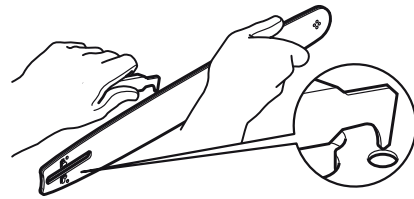

Fig. 46
- > Compruebe la rueda dentada motriz (22). Si está desgastada o dañada debido a una tensión, sustitúyala acudiendo a un agente de servicio técnico autorizado.
- > Limpie los residuos de los carriles en la barra guía (4) con un destornillador, espátula, cepillo de alambre u otra herramienta similar. Esto mantendrá los pasajes de aceite abiertos para suministrar una lubricación apropiada a la barra (4) y a la cadena (3) (Fig. 46).